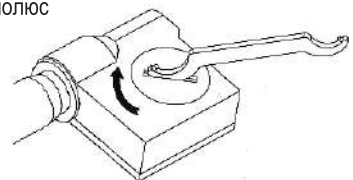

Рис. 3
- Установите крышку батарейного отсека на место и поверните по часовой стрелке, чтобы зафиксировать ее (рис. 3).